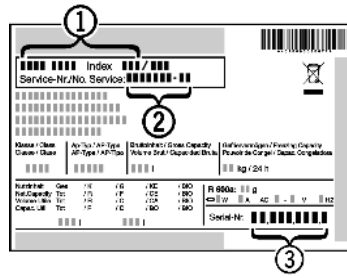

Fig. 54
- ▶ Назва пристрою Fig. 54 (1), сервісний номер Fig. 54 (2) та серійний номер Fig. 54 (3) вказані на заводській табличці. Заводська табличка знаходиться всередині пристрою, зліва.